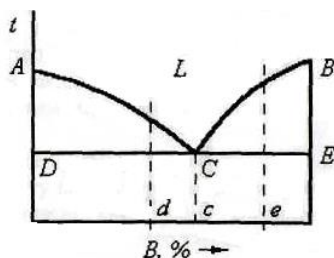

рис. 26
2.40. В каком из сплавов эвтекктическая реакция займет больше времени, если скорость кристаллизации во всех сплавах одинакова (рис. 26)?